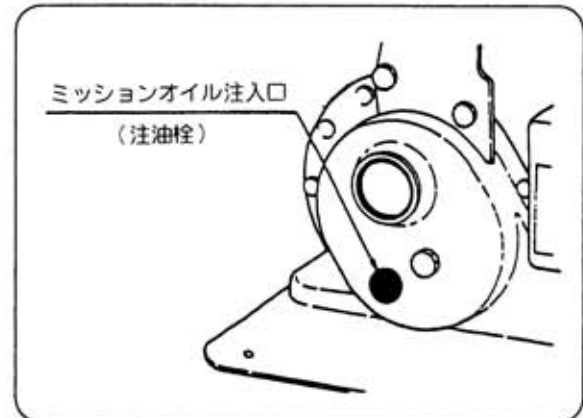

図26
2) ミッションオイル (図26・27)
2) オイル交換（27頁の図26、27参照）